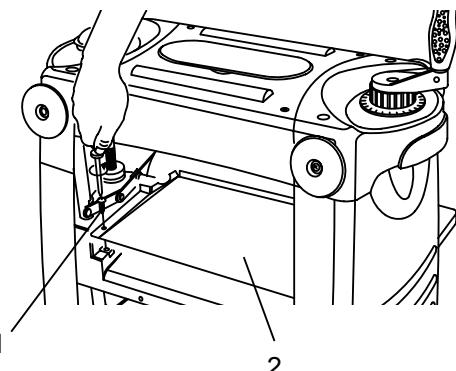

Рис. G-1
- Раскрутите восемь шестигранных винтов (3) с помощью гаечного ключа, входящего в комплект поставки.
- Нажмите на защелку на оправке и поворачивайте режущую головку, пока не появятся два шестигранных болта (5) (Рис. G-1).
- Поместите прибор размерной настройки ножа (6) (Рис. H) на режущую головку с помощью обеих направляющих, плотно прижатых к ножу.
- Ослабьте или затяните шестигранные болты (5) таким образом, чтобы нож коснулся прибора размерной настройки.
- Поставьте на место пылезащитную крышку и закрепите ее двумя винтами (1).